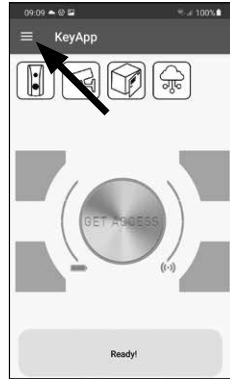

Fig. 45
- 2 Open the main menu (Fig. 45).